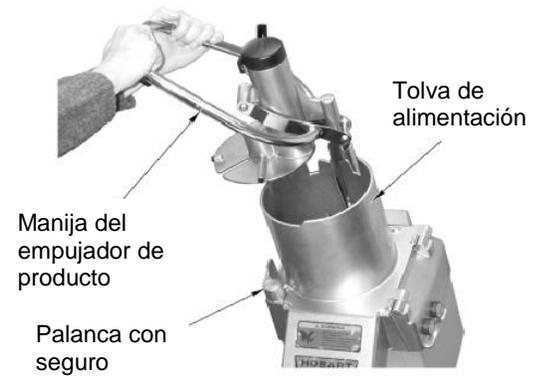

Fig. 2
1. Levante la manija del empujador y muévelo a la izquierda (Fig. 2).
2. Gire de derecha a izquierda la palanca para abrir la tolva de alimentación (Fig. 2).
3. Levante la tolva (Fig. 2).
8. Ponga la tolva en su lugar (Fig. 2).
2. Gire derecha a izquierda la palanca para abrir la tolva de alimentación (Fig. 2).